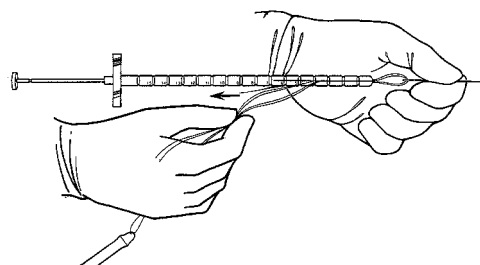

Figura 4-13. Caricamento dell'ago Keith
4. Caricare la punta smussa dell'ago nell'introduttore di Furlow (**Figura 4-13**) e posizionare la sutura nella scanalatura dello strumento.